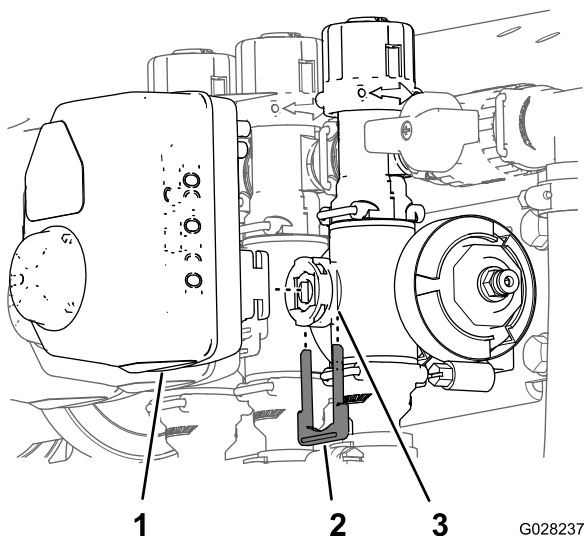

Figure 3
1. Retirez l'étrier qui fixe l'actionneur à la soupape du collecteur pour la vanne de section ou la vanne d'agitation (Figure 3).